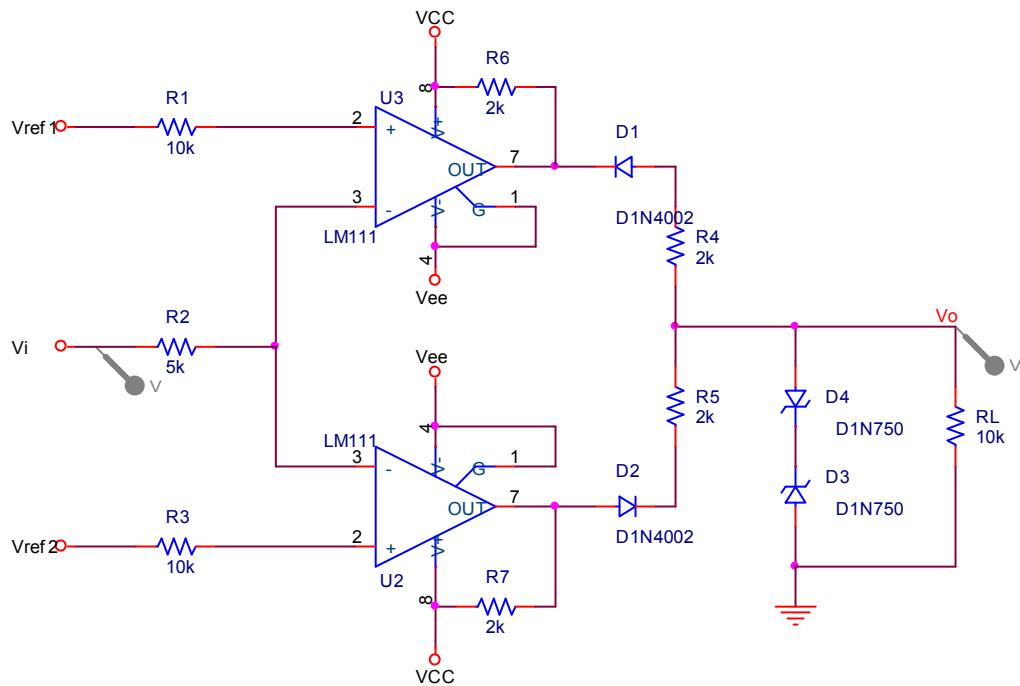

图 8.5.4 三态比较器
8.5.4 电路如图 8.5.4。它的输出具有高、低及零三种电平，称为三态比较器。